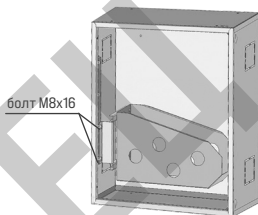

Рисунок 7
- 4) Закрепить кассету 3 в корпусе при помощи двух болтов M8x16 (рисунок 7)